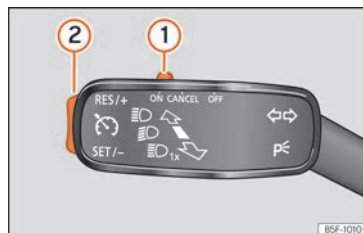

Fig. 222 En la palanca de los intermitentes: mandos para el manejo del GRA.
- Desplace el mando »» fig. 222 ① hasta **ON**.
- Pulse el botón »» fig. 222 ② en la zona **SET/-**.
- Desplace el mando »» fig. 222 ① hasta **CANCEL** o pise el freno.
- Pulse el botón »» fig. 222 ② en la zona **RES/+**.
Mientras el GRA regula se puede ajustar la velocidad guardada con la tecla »» fig. 222 ②:
- Para aumentar en pasos de 1 km/h [1 mph] pulse brevemente el botón »» fig. 222 ② en la zona **RES/+**.
- Para aumentar la velocidad ininterrumpidamente mantenga pulsado el botón »» fig. 222 ② en la zona **RES/+**.
- Para reducir en pasos de 1 km/h [1 mph] pulse brevemente el botón »» fig. 222 ② en la zona **SET/-**.
- Para reducir la velocidad ininterrumpidamente mantenga pulsado el botón »» fig. 222 ② en la zona **SET/-**.
- Desplace el mando »» fig. 222 ① a **OFF**.